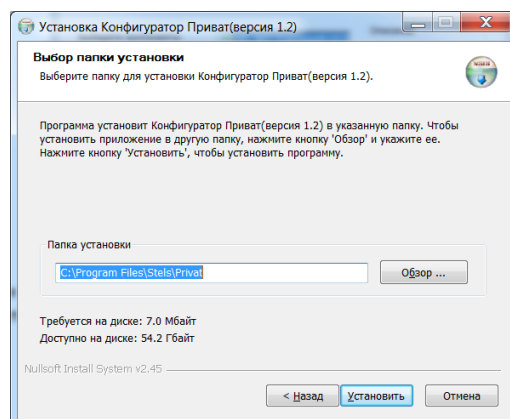

Рис. 5.2. Выбор пути
3. В следующем окне (рис. 5.2) укажите путь к папке установки программы *Конфигуратор Приват* (рекомендуется использовать путь, указанный по умолчанию) и нажмите кнопку *Установить*.